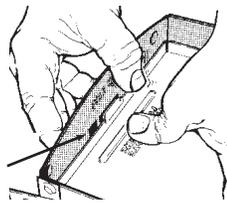

FIG. 2
2. Remove wiring cover from housing by pulling straight out. Unit is shipped ready to wire through the top of housing. To wire through the side, bend housing flap to cover top hole and expose side hole. DO NOT BREAK OFF FLAP. If flap breaks, Plug unused hole using standard electrical hole plug. (FIG. 2)
2. Retire la cubierta de la caja empujando directamente hacia el exterior. La unidad se envía lista para tender el alambrado desde la parte superior de la caja. Para alambra a través de uno de los lados, doble la solapa de la caja hasta cubrir el agujero superior y exponer el agujero lateral. NO ROMPA LA SOLAPA. Si la solapa se rompe, cubra el agujero que no se utiliza con tapones eléctricos estan. (FIG. 2)